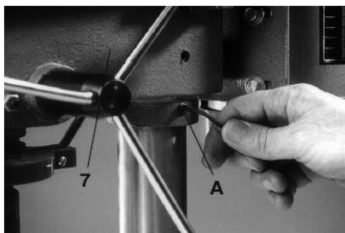

Рис.5
7.3. Установите на колонну узел сверлильной головки (7), см. Рис.5. Поворачивая узел сверлильной головки на колонне убедиться, что узел сверлильной головки 7 сел до упора и зафиксируйте его затянув винт А